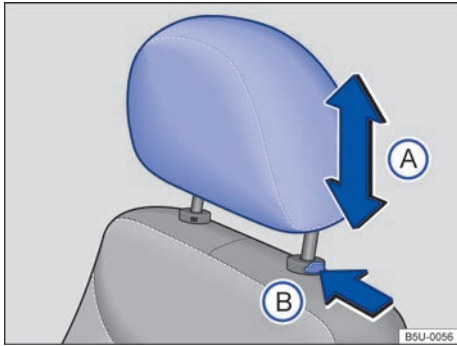

Fig. 44 Ajustar el apoyacabezas delantero.
- Empujar el apoyacabezas hacia arriba o hacia abajo en el sentido de la flecha ⇒ fig. 44 (A) ⇒ .